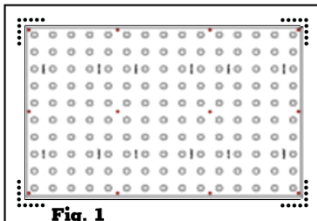

Fig. 1
2. Place tile on surface where it is to be installed and mark the corners. (Fig. 1)
2. Ponga la baldosa sobre la superficie donde será instalada y marque las esquinas. (Fig. 1)